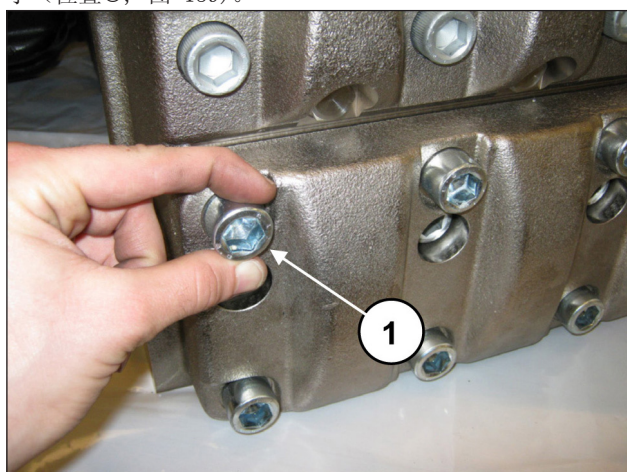
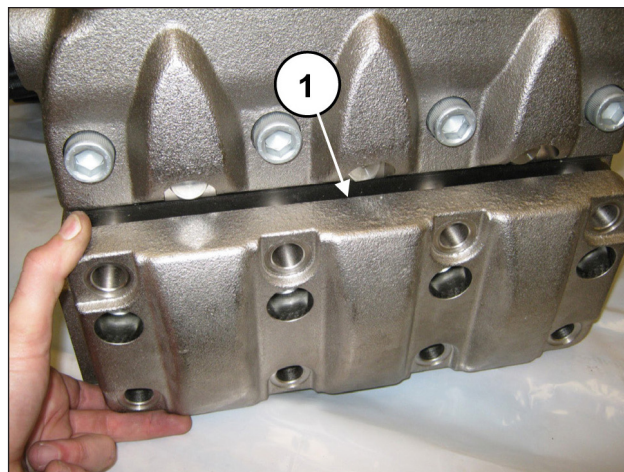

图 138
图 139
拧松吸入阀盖的8个M16x45螺丝 (位置①, 图 138) 并拆除盖子 (位置①, 图 139)。